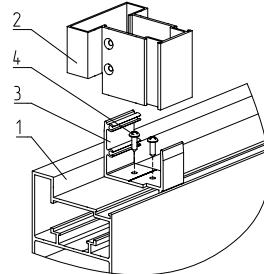

Рис. 65. Установка соединителей под вертикальный разделятельный импост (столб)
- установка соединителей под вертикальный разделятельный импост (столб) (рис. 65).